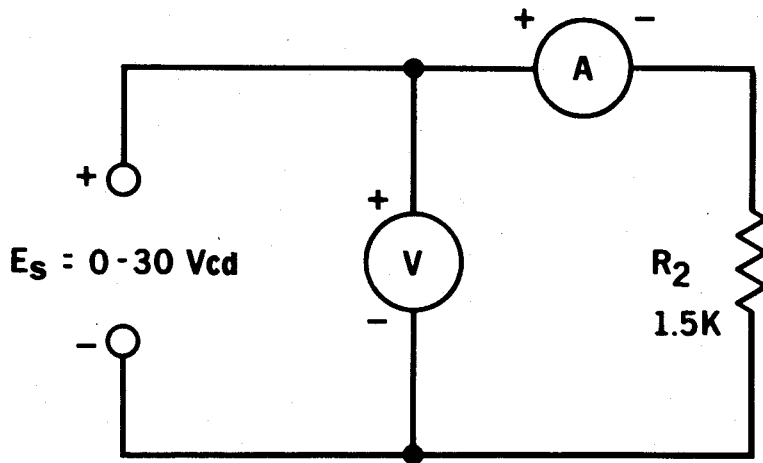

Fig. 7-1
2. Conecte la resistencia R_2 al circuito según el diagrama esquemático (Fig. 7-1). Conecte el voltímetro a la fuente de energía y el amperímetro en serie con el circuito. Ajuste la tensión de la fuente a 24 Vcd.
- a. La corriente (I) usando el valor **codificado** de $R_2 = \dots\dots\dots$
- b. La corriente (I) usando el valor **medido** de $R_2 = \dots\dots\dots$
5. Sustituya R_1 por R_2 en el circuito de la Fig. 7-1.
6. Sustituya R_3 por R_2 en el circuito de la Fig. 7-1.
8. Sustituya R_2 en el circuito de la Fig. 7-1. Aumente la tensión de la fuente a 30 volts.